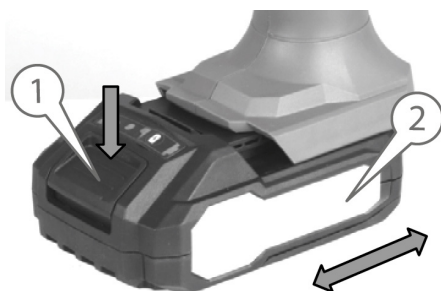

Рисунок 2. Встановлення та зняття акумуляторної батареї.
3. Для встановлення акумуляторної батареї поєднати виступ на акумуляторній батареї з напрямною в корпусі виробу та вставити її (2, рис. 2) повністю на місце (9, рис. 1) приєднання, поки вона не зафіксується на місці з невеликим клацанням.
4. Для заняття акумуляторної батареї натиснути на кнопку (1, рис. 2) на передній частині акумуляторної батареї та зняти її (2, рис. 2) з місця (9, рис. 1) приєднання